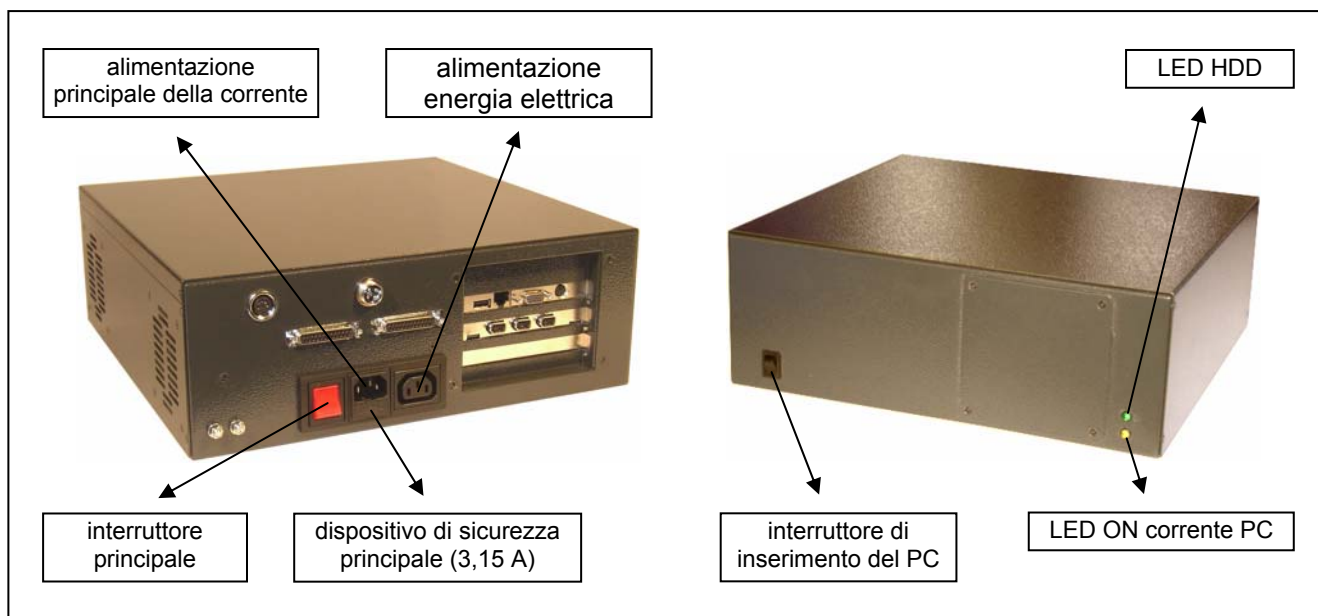

Figura 5
- 1) Azionare l'interruttore principale sul lato del PC (figura 5).